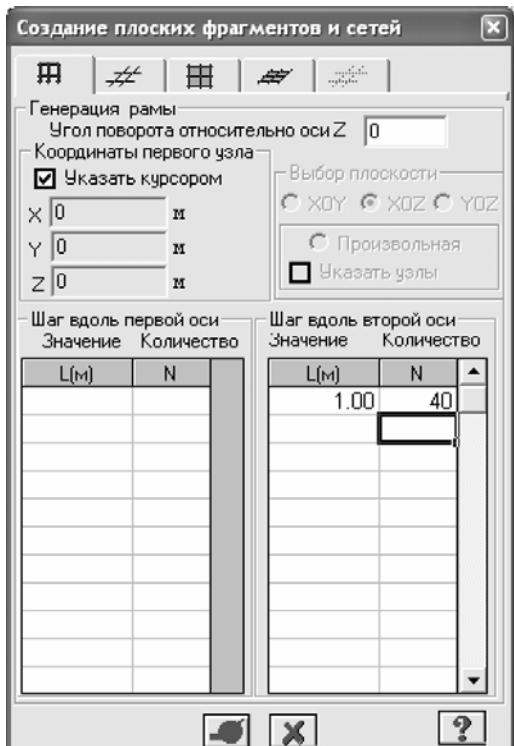

Рис.8.3. Диалоговое окно Создание плоских фрагментов и сетей
- Остальные параметры принимаются по умолчанию (рис.8.3).